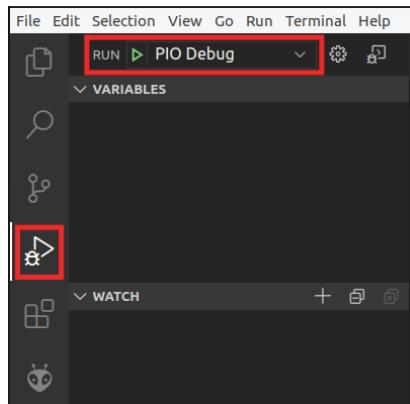

图46. 启动调试器
4. 单击“Run”（运行）按钮 。单击播放按钮  启动调试器（确保“PIO Debug”（PIO调试）选项已选中）。播放按钮靠近窗口顶部位置（参见图46）。程序将先编译，然后开始调试。PlatformIO在main函数的开头设置了一个临时断点，因此执行将在此处停止。